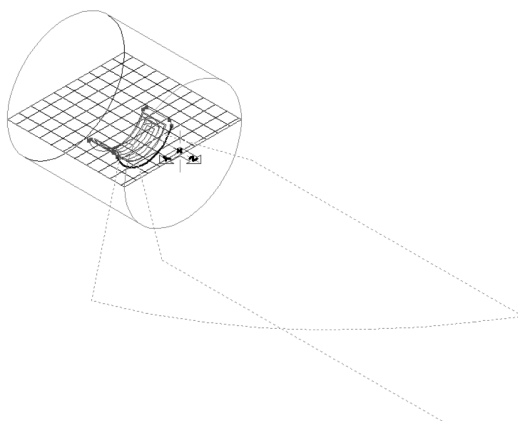

图 2-97 缠绕后刀具路径
11) 选择缠绕图素，然后计算刀具路径，如图 2-97 所示。